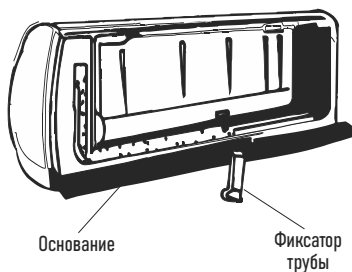

Рисунок 8
- Переместите выпускную трубку в левую сторону и снимите крышку с правой стороны. Закрепите трубы в пазу внутреннего блока с помощью фиксатора трубы (Рис. 8).